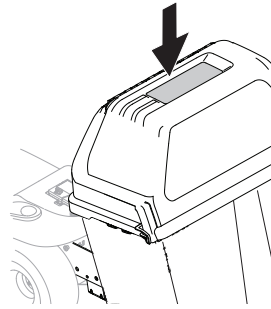

Figura 25
1. Mientras corta el césped, deténgase periódicamente y controle la ventanilla de visualización que está arriba de la tapa del colector de césped. Consulte la Figura 25.